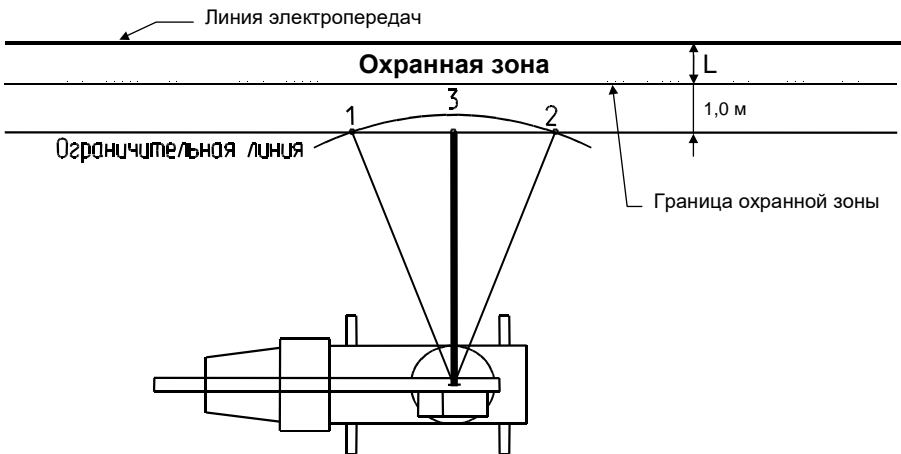

Рисунок 16 – Ввод ограничения **СТЕНА**
7.3.6.1.1 Ввод ограничения **СТЕНА** вести в следующей последовательности (см. рисунок 16).